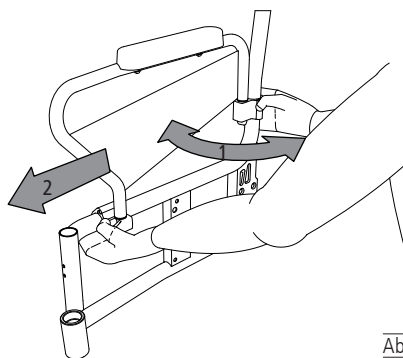

Abb. 12
3. Drehen Sie nun die hintere Klemmschelle in die gewünschte Position (1, Abb. 12). Unterstützen und führen Sie die vordere Klemmschelle beim Verschieben (2, Abb. 12) auf dem Seitenrahmen und drücken Sie diese dabei leicht nach oben.